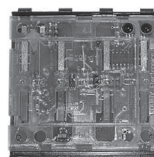

Fig. 1
- Reader unit Dialock Merten WT (Fig. 1)